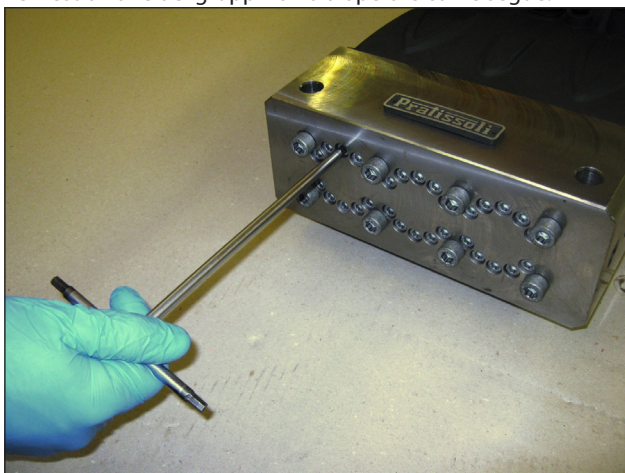

Fig. 16
- Allentare senza rimuovere le viti M6x75 fissaggio camicie alla testata, come indicato in Fig. 16, in modo tale da renderle libere.